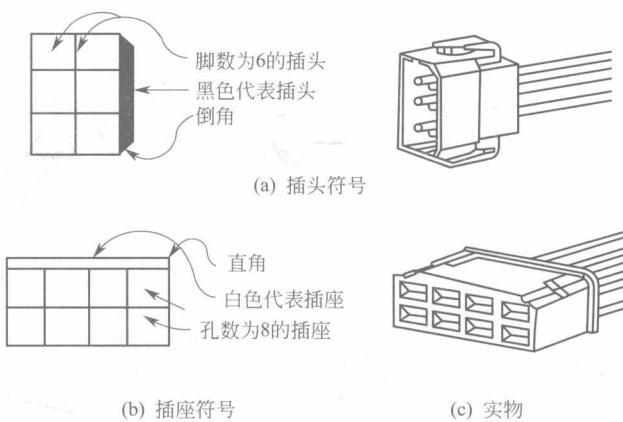

图 1-3 插接器的表示方式和实物示意图
插接器的表示方式如图 1-3(a)、(b) 所示（这里仅以 6 线插头和 8 线插座为例，其他插头或插座的表示方法与此类同，仅是导线数量不同），图 1-3(c) 为其实物示意图。
(2) 插接器的识别方法
① 插头的识别 如图 1-3(a) 所示，一般在表示插头脚数的方格（长方格或正方格）的
② 插座的识别 如图 1-3(b) 所示，一般在表示插座脚数的方格（长方格或正方格）的一边用白色（不涂黑色）画一个不倒角或倒角的长方框，方格的数量表示插座的引脚数。